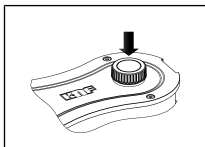

Abb.5: Ein-/Ausschalten der Pumpe
- Schalten Sie die Pumpe durch Drücken des Dreh-/Druckknopfs ein (siehe Abb. 2/3, siehe Abb. 5).
→ Schalten Sie die Pumpe mit Dreh-/Druckknopf aus (siehe Abb. 5).